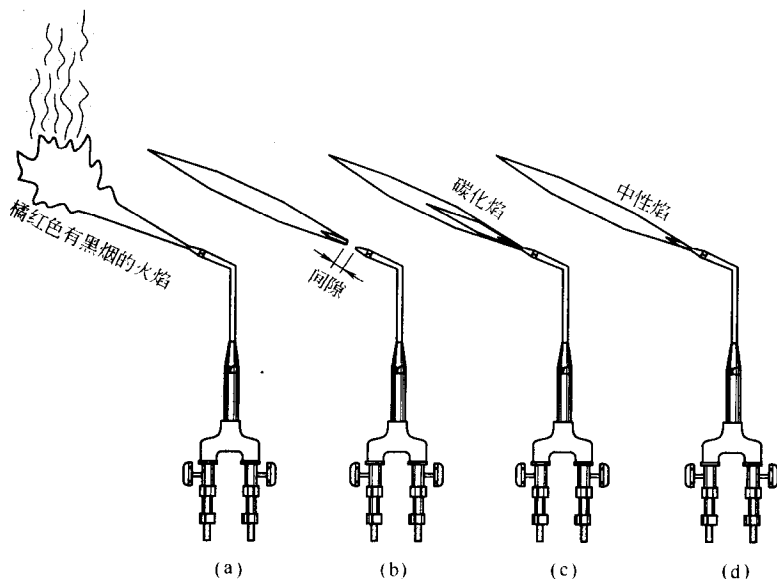

图 1-2 中性火焰的调节
答：① 打开乙炔阀到不大于最高值 $1/16$ ，采用火花引燃器点燃从喷嘴流出的气体，产生微带烟尘的橘红色火焰，见图 1-2(a)。
② 连续打开乙炔阀，直至火焰中的烟尘消失（放出烟灰）。判断乙炔量是否适当的另一种方法是打开乙炔阀直至火焰从焊炬喷嘴处跳离，留下大约 1.5mm 的间隙，见图 1-2(b)。然后关闭阀门直到火焰接触到焊炬喷嘴。
③ 缓慢打开氧气阀，当氧气增加时橘红色的乙炔火焰变成粉红色，一个更小、白色的内焰开始形成。随着氧气的进一步增加，内焰开始有了明显和轮廓清晰的飘动，见图 1-2(c)，这种火焰是中性的。再增加氧气将形成氧化焰，见图 1-2(d)。
④ 如果在同样喷嘴尺寸时需要一个较大的火焰，可以增加乙炔，并且氧气也进一步增加一点以保持内焰的边缘清晰。这种先加大乙炔然后再加大氧气的做法，在获得最大和最有效的火焰之前通常分几步完成。先把火焰调整到喷嘴出口的最小流率，使火焰在喷嘴内部引燃。这时容易回火并发出“啪、啪”地爆破响声。如果你需要较小的火焰，可使用一种较小的焊炬喷嘴。